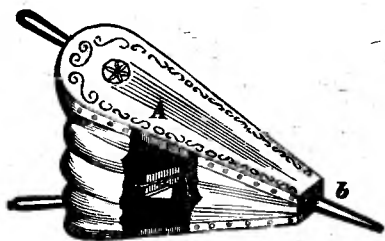

fig. 16.
2. Miech pojedynczy (fig. 16.), używany do rozdmuchiwania węgla w samowarach, żelazkach, składa się z dwóch deszczulek, których krawędzie spojone skórą tak, że tworzą niejako naczynie, do którego powietrze ma przystęp przez otwór *a*, znachodzący się w jednej deszczulce. Otwór zaopatrzony wewnątrz klapą (kawałkiem skóry z jednej strony przyklejonym do deski). Jeżeli miech rozciągniemy, rozrzedzamy znachodzące się w nim powietrze, gdyż zmuszamy